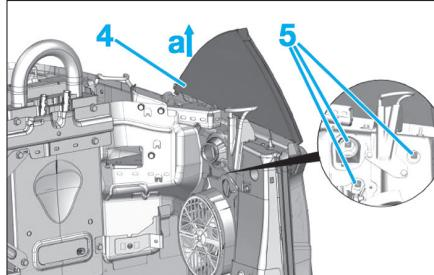

Fig. 78
- le joint lècheur extérieur de vitre (2),
- l'obturateur (3).
- Remonter la vitre de custode (4) en position maxi (Fig.78).
- les vis (5),
- la vitre de custode (4) suivant "a".